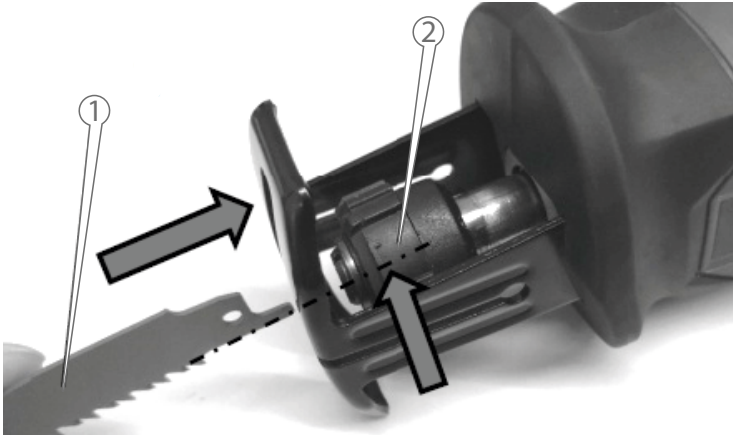

Рисунок 2. Схема встановлення пилкового полотна.
- повернути рукою зовнішню обойму (2, рис. 2) швидкозатискного патрона проти ходу годинникової стрілки;